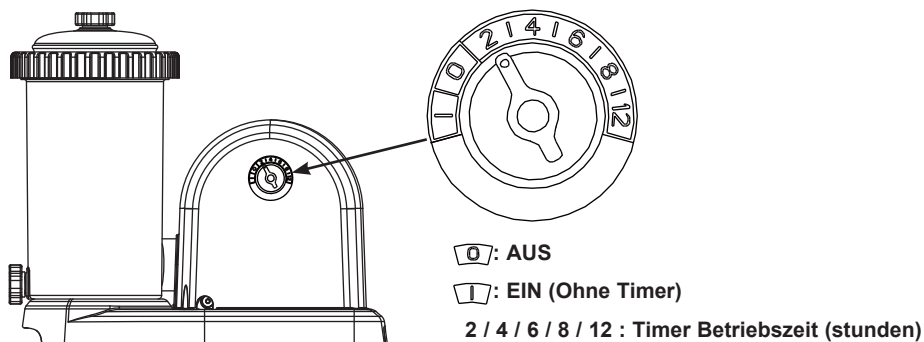

ABB. 10
4. Mit dem Einlaufen des Wassers kann die im Inneren enthaltene Luft durch das Luftauslassventil (2) entweichen. Wenn die gesamte Luft ausgetreten ist, wird Wasser aus dem Ventil (2) fließen. Sobald dies geschieht, ziehen Sie das Ventil von Hand im Uhrzeigersinn leicht fest.
- A. Netzkabel mit der Steckdose verbinden und den Timer auf die gewünschte Betriebsdauer einstellen. **Siehe Abb. 10.** Entnehmen Sie die benötigten Betriebsstunden aus der Betriebszeittafel abgestimmt mit jeder Poolgröße.